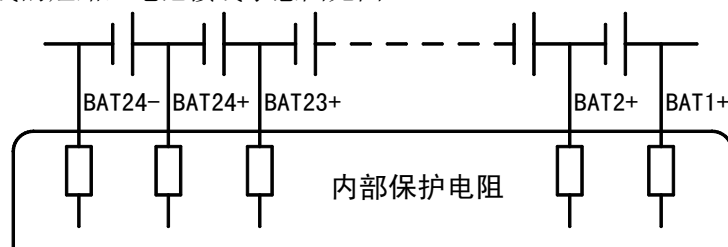

图6 电池接线示意图
- 3) 由于电池巡检仪的检测连线直接连接到电池的端子上，存在高压危险和短路危险，在安装过程中一定要防止接线的短路，电池接线示意图见图6。